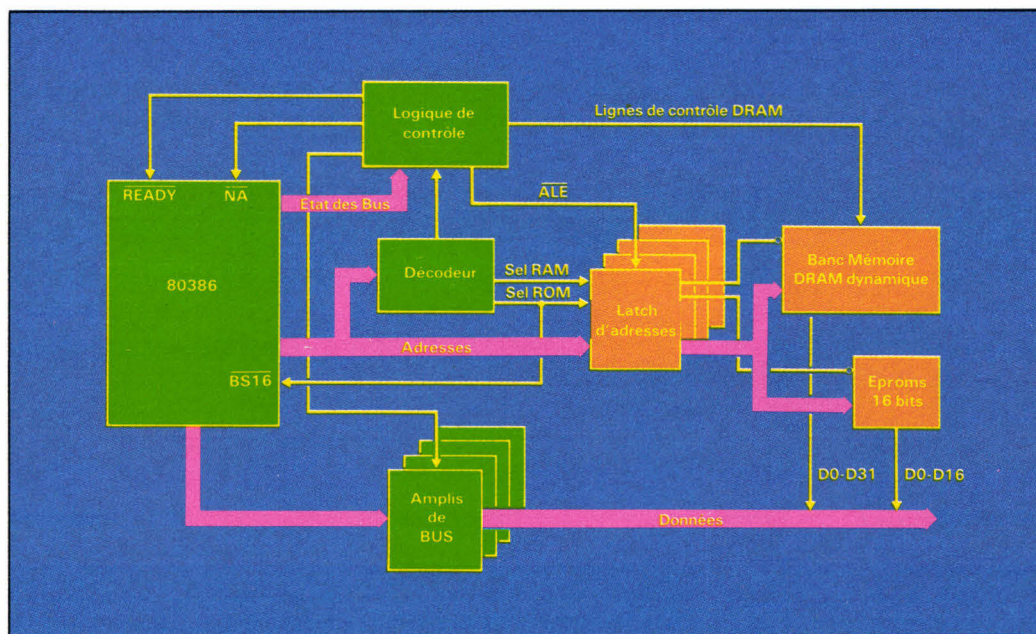

Fig. 12. - Exemple d'interfaçage mémoire.
Ce sera le cas pour les programmes de bootstrap ou les Bios chargés en ROM ou en EPROM, ou encore pour une organisation particulière des ports d'entrée-sortie. Dans un tel cas, Intel a pris les dispositions nécessaires pour que le 386 organise ses transferts de données en mots de 16 bits. C'est le rôle de la broche BS16 décrite précédemment. Il appartiendra alors à la logique de décodage (en activant BS16) de signaler au processeur que le cycle courant fait référence à des boîtiers organisés en mots de 16 bits (fig. 12).
Pour un même cycle de bus, différentes stratégies d'accès mémoire peuvent être mises en place, selon qu'il s'agit de cycles pipeline ou non, et que les boîtiers sont arrangés en mots de 16 ou 32 bits. La circuiterie de contrôle des transferts sur les bus étant différente, Intel a donc particulièrement veillé à ce que les performances de son processeur ne soient pas détériorées par la lenteur des boîtiers mémoire. Examinons ici quels vont être les principaux éléments qui entoureront le 386 et dont un certain nombre nous sont déjà familiers (fig. 12).
- Si la portion de mémoire est organisée en mots de 16 bits, il faudra en informer le processeur en activant *BS16* afin qu'il génère les cycles de bus adéquats (cas des EPROM de la fig. 12).